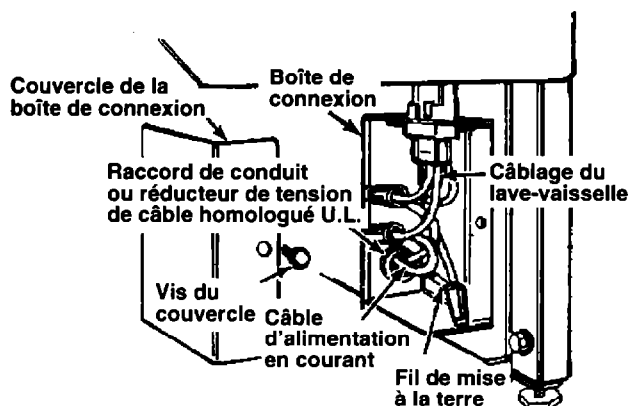

Figure 3
- Déposer le couvercle de la boîte de connexion du lave-vaisselle. Brancher les fils noir et blanc du câble d'alimentation en courant sur les fils noir et blanc de la boîte de connexion du lave-vaisselle à l'aide de connecteurs de fils à visser. (Voir la Figure 3.)
- Brancher le fil de mise à la terre du câble d'alimentation en courant sur le fil vert de mise à la terre qui se trouve à l'intérieur de la boîte de connexion du lave-vaisselle à l'aide d'un connecteur de fils à visser. (Voir la Figure 3.)